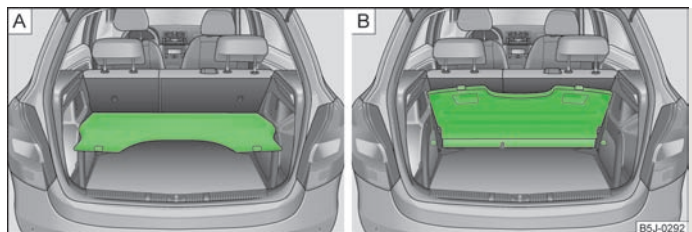

Abb. 46 Gepäckraumabdeckung: in der unteren Position / hinter den Rücksitzen verstaut
- > in der unteren Position auf den Stützelementen » Abb. 46 - **A** » **!**;
- > hinter den Rücksitzen » Abb. 46 - **B**.
In dieser Position » Abb. 46 - **A** ist die Gepäckraumabdeckung zur Ablage von kleinen Gegenständen bis zu einem Gewicht von 2,5 kg vorgesehen.